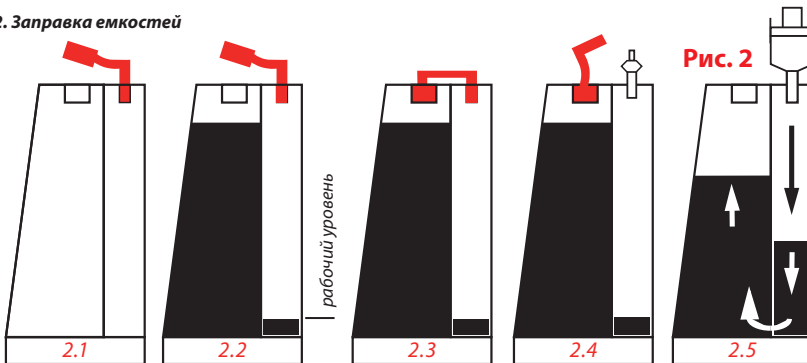

Рис. 2
Произведите заправку емкостей согласно Рис. 2, а именно:
- 2.5. Если случайно были открыты большие пробки на больших отсеках - уровень чернил в отсеках сравняется и для того чтобы вернуть уровень в рабочий режим нужно открыть обе пробки на емкости, вставить шприц с поднятым штоком в маленькое отверстие. Впуская воздух в малый отсек, переносите чернила в большой отсек емкости и после этого закройте большое отверстие (Рис.2);